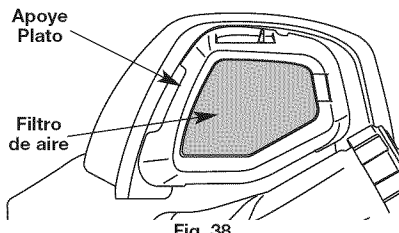

Fig. 38
- Retire el filtro de aire (Fig. 38).
- Vuelva a colocar el filtro de aire en la placa de base (Fig. 38).